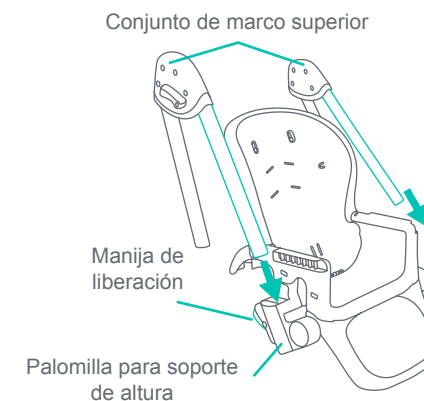

Fig. 5
- 5) • Introduzca el tubo delantero del Montaje del armazón superior del lado izquierdo y derecho en el Ajustador Altura (Fig. 5). El tubo delantero se distingue fácilmente del tubo trasero por el despliegue de agujeros situados en la parte posterior del tubo delantero.